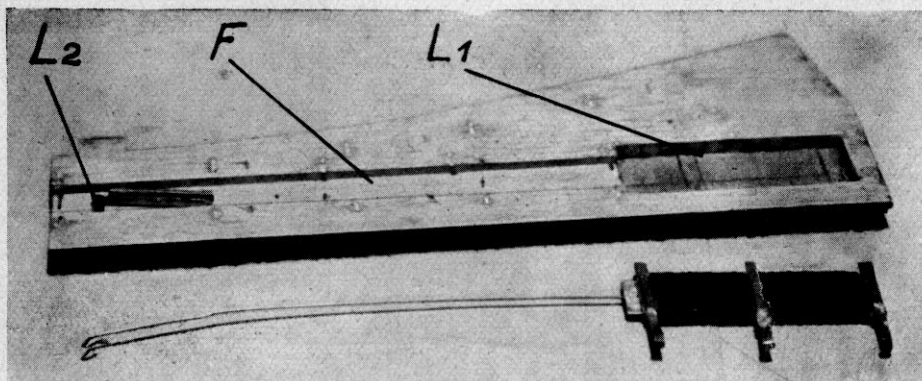
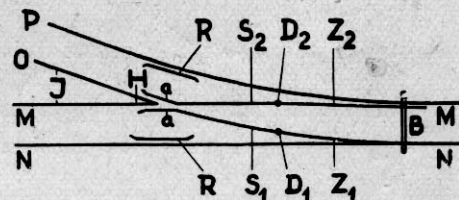

Abb. 2. Weiche von unten gesehen, vorn flache Magnetspule
Abb. 3
— „Na ja, also — die Sache ist ganz einfach. Die Gleiskörper der Nordwestbahn sind bekanntlich 6 mm hoch. Daher wird auch der Weichenkörper aus einem 6 mm starken Brettchen angefertigt. Wir schneiden jedoch vorher eine Formschablone aus Pappe, die wir für den hier gewählten Krümmungsradius immer wieder verwenden können und damit viel Zeit beim Aufzeichnen sparen. Diese Weiche hat 60 cm Krümmungsradius. Die beiden Öffnungen L1 und L2 (Abb. 2) werden mit der Laubsäge ausgeschnitten. L1 ist 70×22 mm und L2 10×3 mm groß. Mittels Feinsäge und Stemmeisen wird eine 12 mm breite und 3,5 mm tiefe Nute aus dem Weichenkörper herausgearbeitet (F). Wenn die Seitenkanten mit einer Raspel oder groben Feile abgeschrägt worden sind, werden die Holzschwellen aufgeklebt, das Ganze mit dunkelbrauner Beize gestrichen und nach dem Trocknen der Schotter aufgebracht. Das hierfür benötigte Material dürfte Dir ja aus Deiner Praxis als Gleisleger auf Holzzingen bekannt sein (Heft 3). Natürlich darf man nicht vergessen, vorher den rechteckigen Ausschnitt für den Weichenmagneten zu verschließen. Ein Stückchen Aktendeckel wird von der Rückseite her auf die Schwellenunterseite geklebt. Nun erfolgt das Festlegen der Nagellöcher für die Außenschienen NN und eine zweite Gerade, eine Hilfsschiene MM (Abb. 3). Man tut also erst mal so, als wollte man